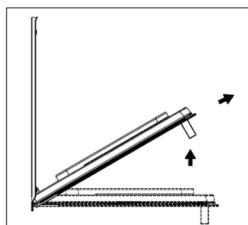

Fig. 2
Maintenant, en fermant légèrement la porte, vous pouvez la soulever en tirant sur les crochets (A) comme indiqué dans la figure 2.